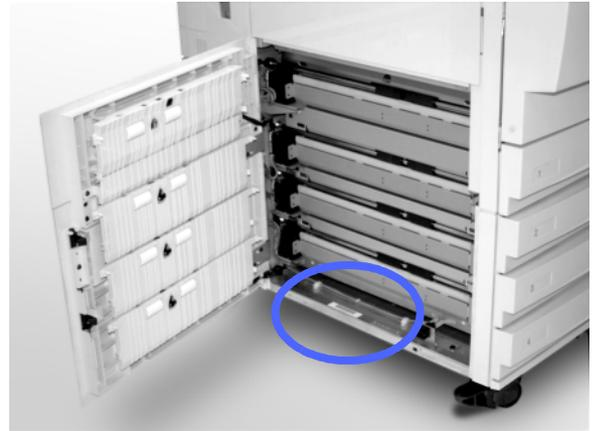

Fig. 48: Posizione del numero di serie della macchina
- 4 Registrare il numero di serie dalla macchina, riportato sull'etichetta situata all'interno del coperchio inferiore sinistro della copiatrice/ stampante, come illustrato in Fig. 48.